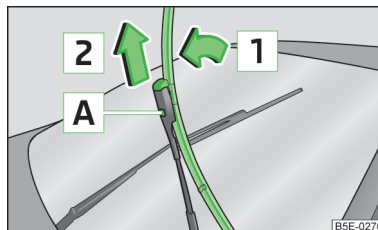

Fig. 213
- Ridicați brațul ștergătorului de pe geam » fig. 213.